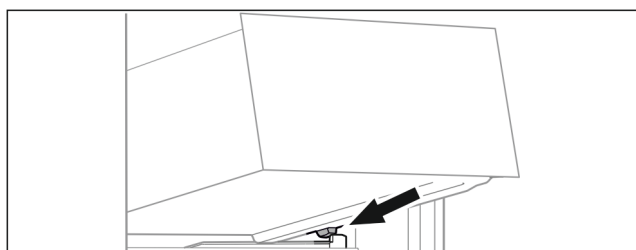

Fig. 60
- Placer le tiroir, en l'inclinant, derrière les butées sur la nervure de récipient. (voir Fig. 60)